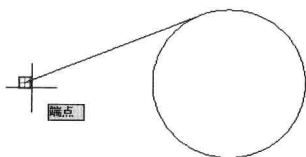

图 2-7-5
(7) 单击“直线”按钮, 捕捉并单击切线的端点, 如图2-7-5所示, 捕捉并单击圆的左下角切点, 按Enter键, 切线绘制完成。